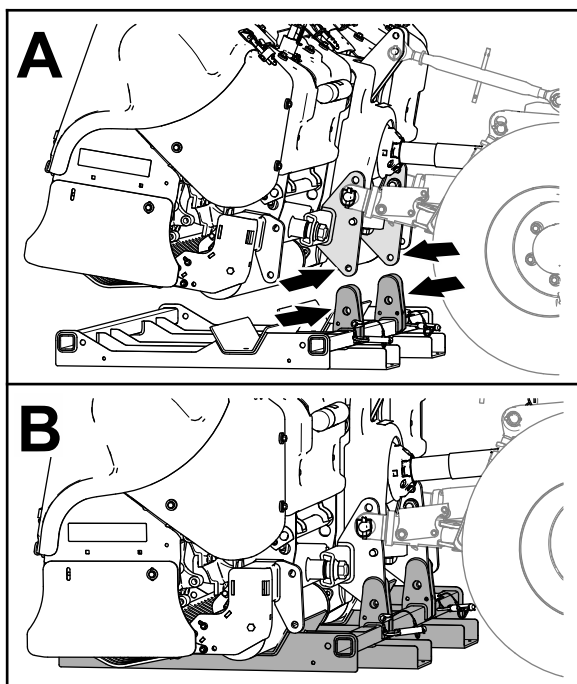

Figure 45
1. Alignez les plaques de support du support de rangement et la patte du support sur le cadre d'attelage de la machine (Figure 45)
2. Abaissez la machine dans le support de rangement jusqu'à ce que les trous du support soient alignés sur ceux de la patte de support de l'attelage (**Figure 45**).